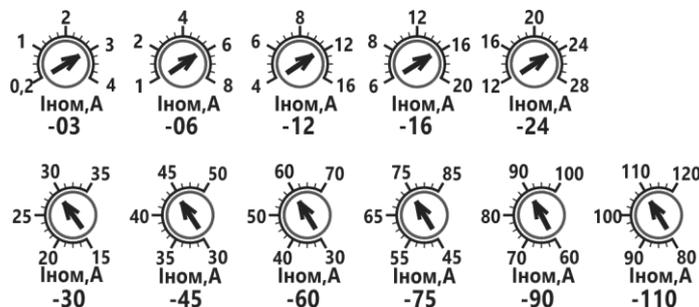

Рисунок 6 – Диапазоны настройки «**Iном,А**»
1.9.2 Номинальный ток электродвигателя «**Iном,А**» используется для функции электронной тепловой защиты электродвигателя (см. таблицу 9, код защиты АЗ), а также в качестве базового для настройки «**Iоткл,%**» и «**Iджм,%**». Диапазоны настройки потенциометров для исполнений по току приведены на рис.6.